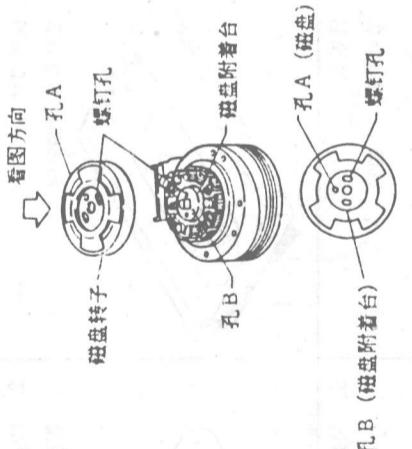

图 35
分解示意图如图 35 所示。
- 附着在磁鼓电动机基座上的磁盘转子(图35)
• 附着在磁鼓电动机基座上的磁盘转子(图35)